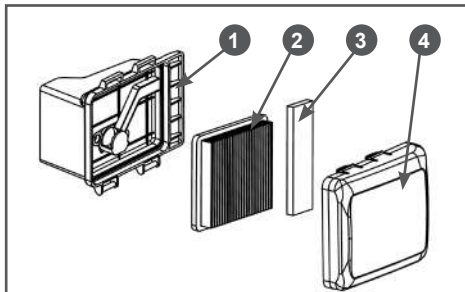

Рис. 15 Обслуживание воздушного фильтра
1. Нажмите на фиксаторы и снимите крышку 4 корпуса воздушного фильтра (Рис. 15).
2. Извлеките фильтрующие элементы 2 и 3 (Рис. 15).
4. Предварительный фильтрующий элемент (Рис. 15 п. 3) – поролоновый. Промойте его теплым мыльным раствором, тщательно отожмите и просушите. Затем смочите его специальным или чистым моторным маслом, после чего отожмите излишки масла.
5. Основной фильтрующий элемент (Рис. 15 п. 2) – на модели LM4622 поролоновый, на моделях LM4840 и LM5345 – бумажный. Поролоновый основной фильтрующий элемент (LM4622) промойте теплым мыльным раствором,
6. Произведите очистку крышки 4 и корпуса 1 воздушного фильтра от грязи и пыли (Рис. 15), не допуская попадания пыли и грязи в карбюратор.